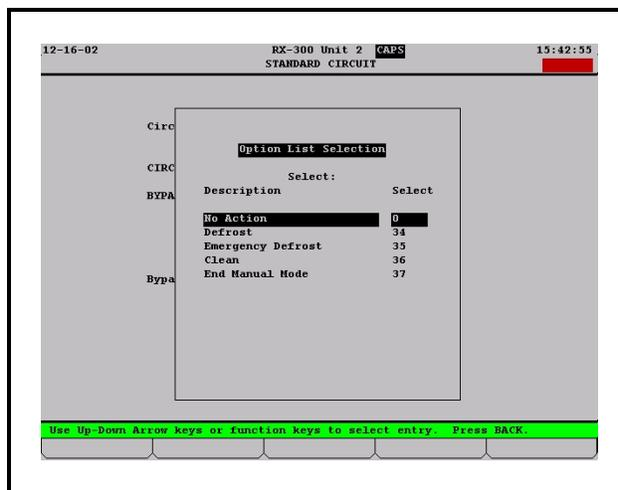

Figure 10-12 - Pantalla de Selección de Lista de Opciones
5. Presione **F4** LOOK UP/BUSCAR. La pantalla de Selección de Lista de Opciones (ver **Figure 10-12**) le dará cinco opciones de modos de descongelamiento.